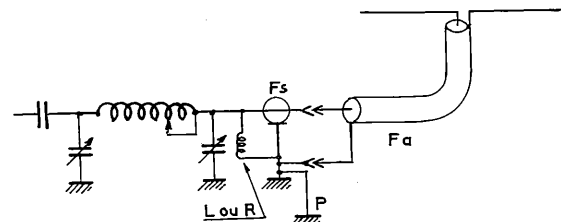

Fig. 1. — Protection par self de choc.
1) Utilisation d'une résistance de 4,7 k, 0,5 W, câblée sur la fiche du récepteur entre âme et masse (voir fig. 1).
2) Utilisation d'une bobine d'arrêt (self de choc, en jargon), câblée entre le point central de la prise et la masse sur le châssis émetteur (voir fig. 1).